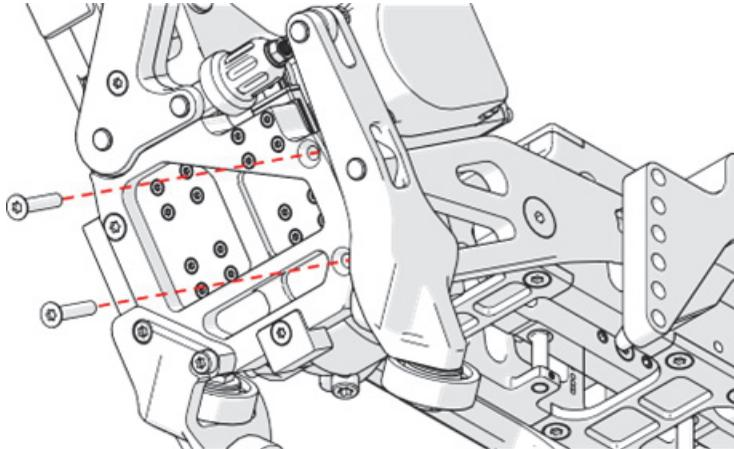

Figure 2-8 Retrait des deux vis
9. À l'aide d'un tournevis Torx T25, retirez les deux vis du chariot moteur (Figure 2-8 à la page 97).